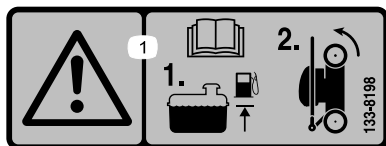

図 21
1. 機体を立てて格納する時には、タンク内の燃料の量が、このオペレーターズマニュアルに記載されている高さ未満とすることエンジンに貼り付けてあるエンジンメーカーのステッカーを参照 図 21。